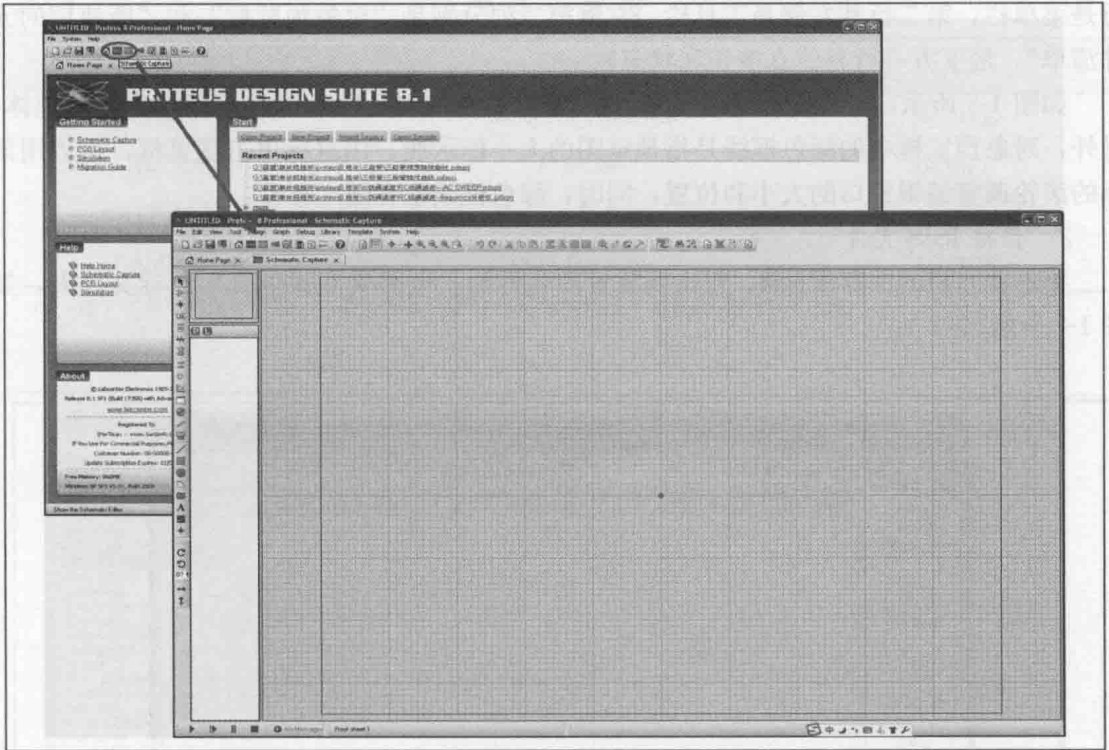
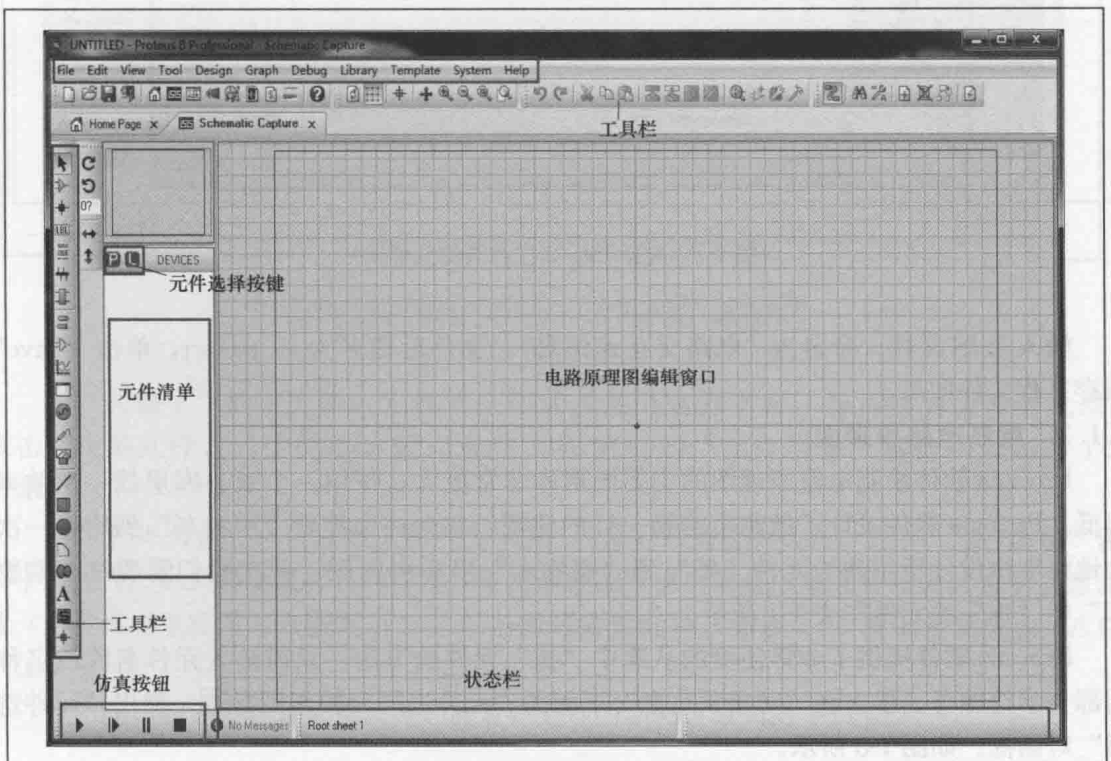

图 1-5 ISIS 进入示意图
图 1-6 ISIS 窗口介绍
(2) 单击图 1-5 左上角的图标,进入 ISIS 界面。
如图 1-5 和图 1-6 所示,在 ISIS 窗口对话框中,第一
如图 1-6 所示，蓝色方框部分为电路原理图编辑窗口，所画电路不能超出蓝色框体，另外，对象预览框中的绿色框线是指预览图的大小标示线，用鼠标单击预览框，可以用鼠标的滚轮调整编辑窗口的大小和位置，同时，绿色框线也在随之移动。